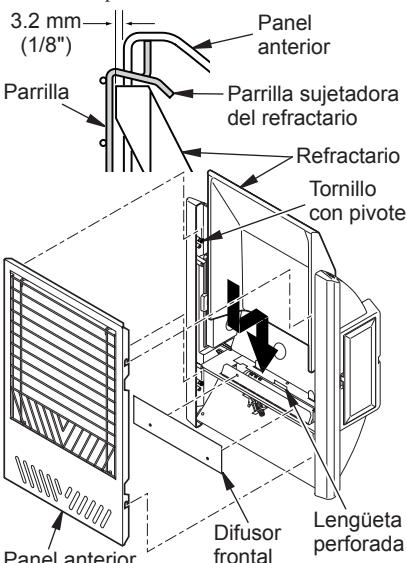

Figura 15 - Instalación del panel anterior y del refractario
1. Levante el refractario con cuidado y colóquelo en el calentador. Tenga cuidado de no dañar el refractario. Asegúrese de que el refractario descance detrás de la lengüeta perforada. (consulte la figura 15). Si el refractario está dañado, llame al número telefónico que aparece en la sección *Piezas de repuesto*, en la página 21.
2. Instale un difusor frontal como se muestra en la figura 15.
3. Instale el panel anterior del calentador encajando las ranuras de cada lado en los tornillos con pivote (consulte la figura 15).
4. El refractario debe ser colocado de tal manera que la parte superior quede orientada hacia afuera sostenida por la parrilla sujetadora del refractario. El refractario debe extenderse hacia afuera aproximadamente 3.2 mm (1/8") desde el plano de la cara frontal (consulte la figura 15). Si el refractario no se extiende más allá de la cara frontal, el panel anterior puede sufrir una decoloración.